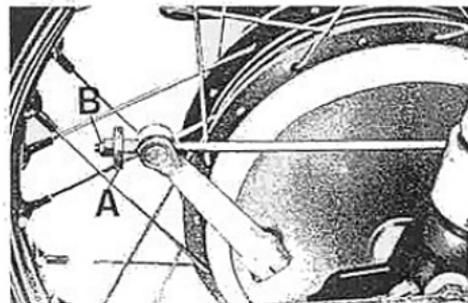

Fig. 98
- registrare il giuoco alla leva di comando freno (vedere registrazione freno posteriore) avvitando il pomolo (A di fig. 98). A registrazione avvenuta bloccare il dado (B di fig. 98).
(vedere fig. 98)